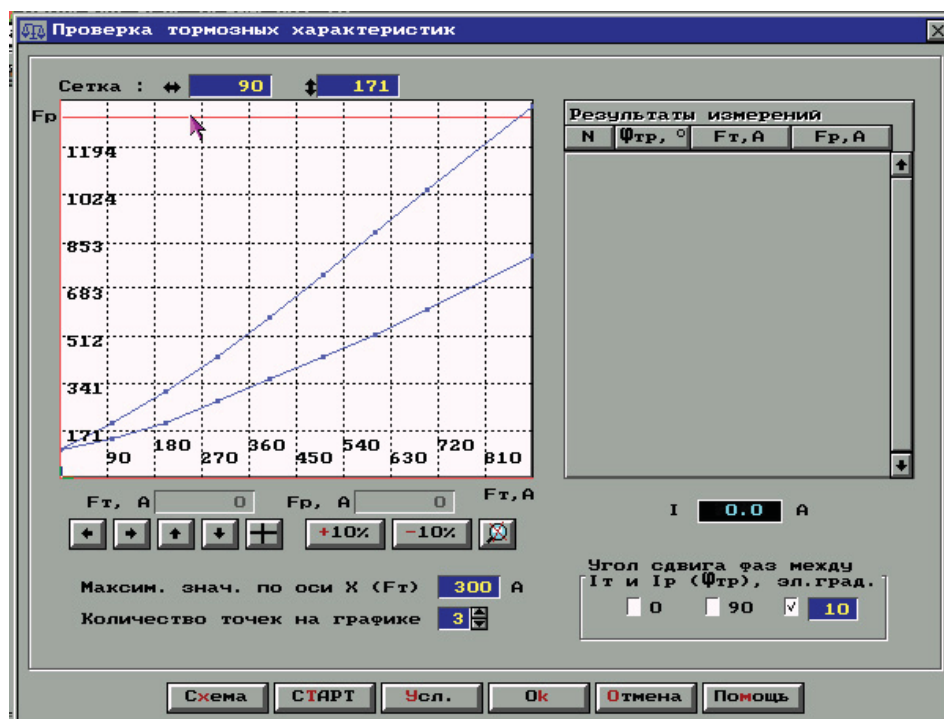

Рис. 12.14. Окно *Проверка тормозных характеристик*
**10. Проверка тормозных характеристик.** В панели управления нажмите кнопку *Проверка тормозных характеристик*. Программа выведет на экран рабочее окно (рис. 12.14).